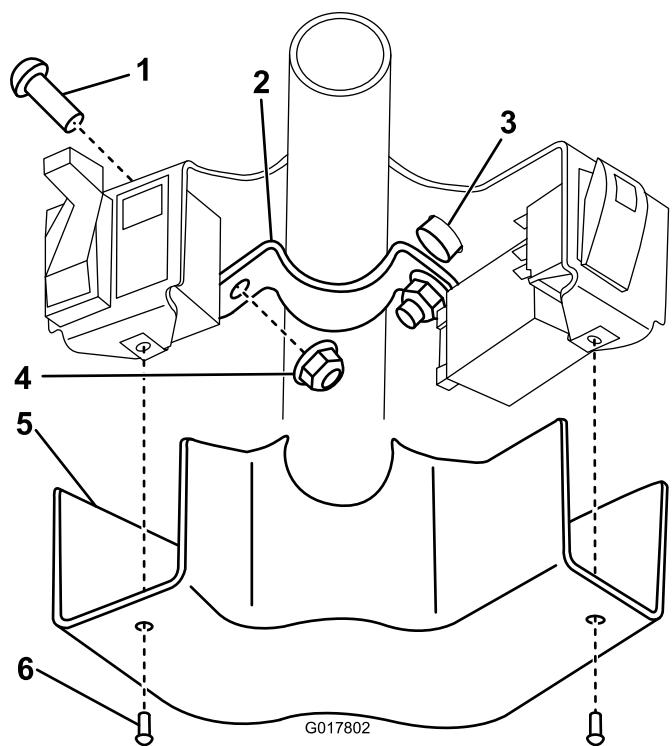

Figura 10
5. Empurre o tampão para o furo na parte superior do suporte da coluna (Figura 10).
6. Instale o conjunto da coluna da direcção utilizando o suporte de montagem da coluna, 2 parafusos da carroçaria e 2 porcas flangeadas (Figura 10).
8. Instale a cobertura da coluna com os 2 parafusos restantes (n.º 10-24 x 1/2 pol.) (Figura 10).